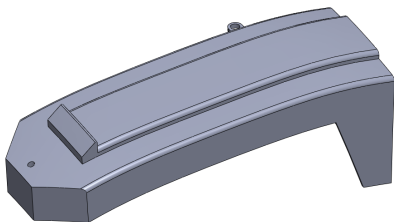

图 6-23 变形实体特征效果
(4) 单击【确定】按钮, 即可变形实体特征, 如图 6-23 所示。